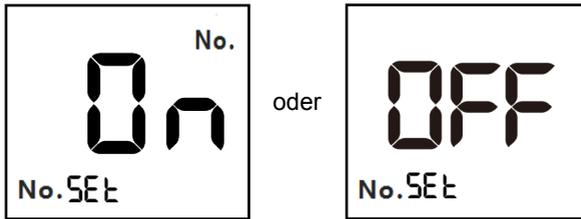

Abb. 15
- Drücken Sie die Taste ◀ oder ▶, um „On“ oder „OFF“ auszuwählen und die Start-Testnummer einzustellen. Die Start-Testnummer wird jeden Tag auf 1 zurückgesetzt, wenn „On“ ausgewählt wird, und die Start-Testnummer wird jeden Tag erhöht, wenn „OFF“ ausgewählt wird. (Siehe Abb. 15)